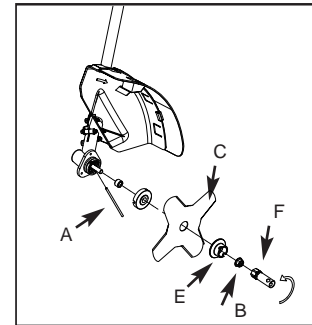

Fig. 6B
2. Installez la lame (C) avec les dents dirigées DANS LE SENS DES AIGUILLES D'UNE MONTRE suivant les indications de l'illustration (Fig. 6B).
3. Installez la bride (E) avec la SURFACE PLATE vers la lame (Fig. 6B).
4. Serrez l'écrou (B) solidement en le tournant DANS LE SENS CONTRAIRE DES AIGUILLES D'UNE MONTRE avec la clé à douille (F). Enlever la goupille de maintien (Fig. 6B).